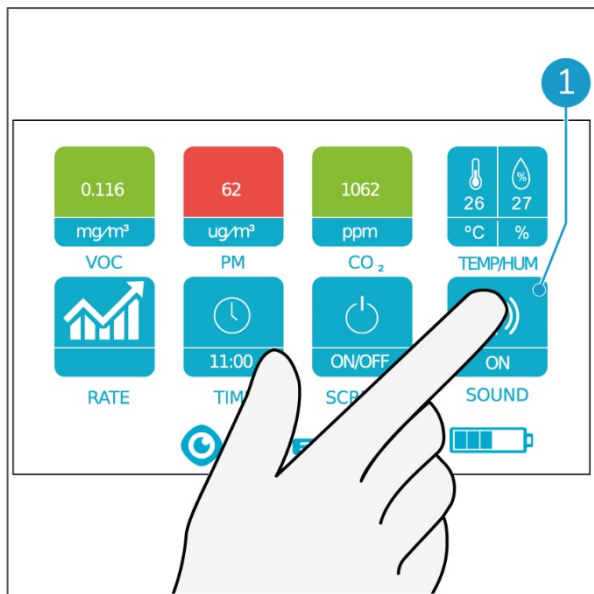

Figura 23
1. Toque no botão SOUND (Figura 23, pos. 1) com o dedo para ligar ou desligar o som.